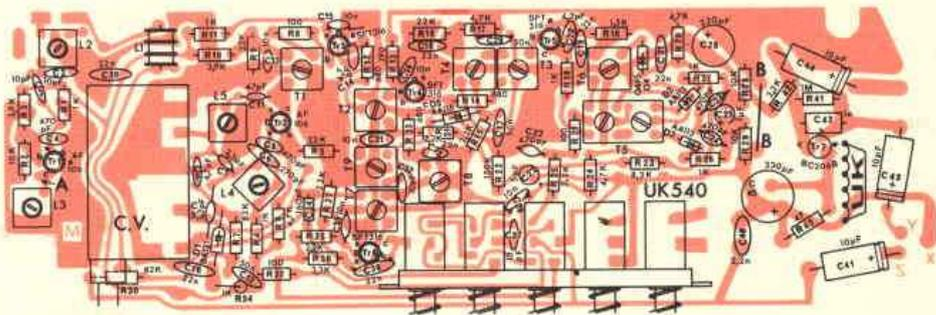

Fig. 3 - Serigrafia del circuito stampato del sintonizzatore.
Per facilitare il montaggio dei componenti del sintonizzatore è doveroso attenersi scrupolosamente a quanto è riportato in fig. 3.
● Montare i transistori da TR1 a TR7 e usare una certa cautela durante la saldatura dei rispettivi terminali i quali devono essere inseriti come indica la fig. 3 evitando di invertirli fra loro.
● Montare i trasformatori di media frequenza secondo la colorazione seguente: T1 rosa - T2 arancio - T3 verde - T4 bianco - T5 azzurro e nero - T6 nero - T7 rosso - T8 e T9 giallo. Per il montaggio delle induttanze (senza schermo metallico), occorre anche in questo caso fare molta attenzione ai relativi colori che sono così suddivisi: L2 blu - L3 rosso - L4 bianco - L5 verde. L'induttanza L1 è riconoscibile dalla sua forma caratteristica raffigurata sulla basetta c.s. e nella fig. 3.
- E) Per la regolazione dei nuclei vedere la disposizione di fig. 3.